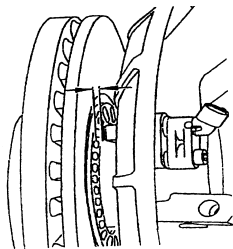

图 1-26 检查齿圈轴向摆差
1) 前轮轴承损坏或轴承轴向间隙过大时, 会影响前轮传感器的间隙。举升起前轮, 使之离地, 用双手转动前轮感觉前轮摆动是否异常。若轴承轴向间隙过大, 则要检查齿圈轴向摆差, 如图 1-26 所示。轴向摆差应不大于  $0.3 \text{ mm}$ 。